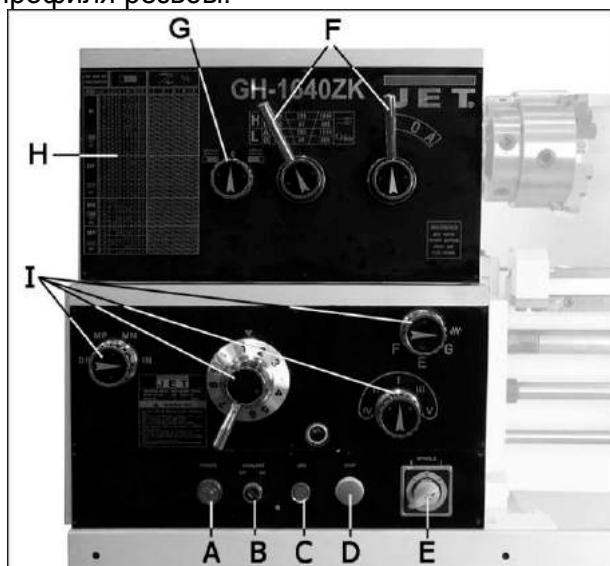

Рис.27
Доступны 12 частот вращения шпинделя, установить которые можно с помощью двух рукояток (F, Рис.27) согласно диаграмме на передней панели.
Для получения различных значений автоматической подачи и шагов резьб используют четыре рукоятки коробки подач (I, Рис.27).
1. Поверните рукоятку (G, Рис.27) в необходимое положение, чтобы нарезать правую или левую резьбу.
2. Рукоятками выбора частоты вращения (F, Рис.27) установите минимальное значение частоты.
3. Установите необходимый шаг нарезаемой резьбы с помощью рукояток (I, Рис.27) коробки скоростей на передней панели станка или из Инструкции.